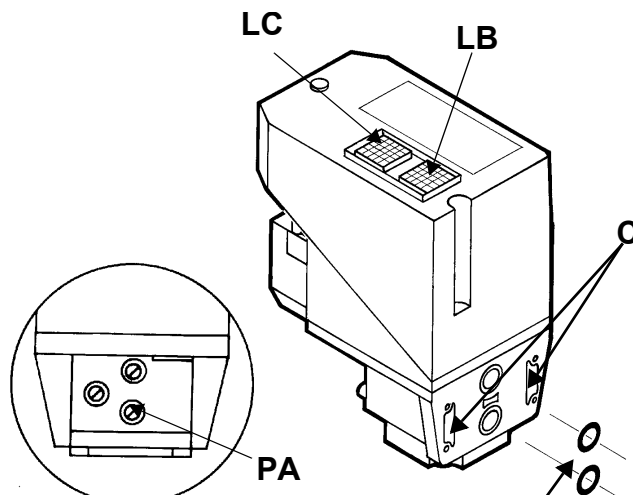

Fig. 24
- 5 avvitare le 4 viti del controllo di tenuta (M4 x 16) Fig. 24-C.
Per effettuare la verifica di funzionamento, inserire un manometro in corrispondenza della presa di pressione **PA** (Fig. 24). Se il ciclo di prova ha esito positivo, dopo alcuni secondi si accende la lampada di consenso **LC** (gialla). In caso contrario si accende il pulsante luminoso **LB** di blocco (rossa). Per ripartire è necessario sbloccare l'apparecchiatura premendo il pulsante **LB**.